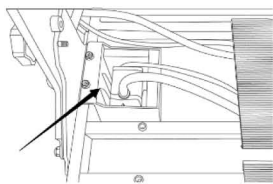

Fig.2.1
1. La bomba de agua de enfriamiento está premontada cuando la máquina fue empackad. (Fig.2.1)